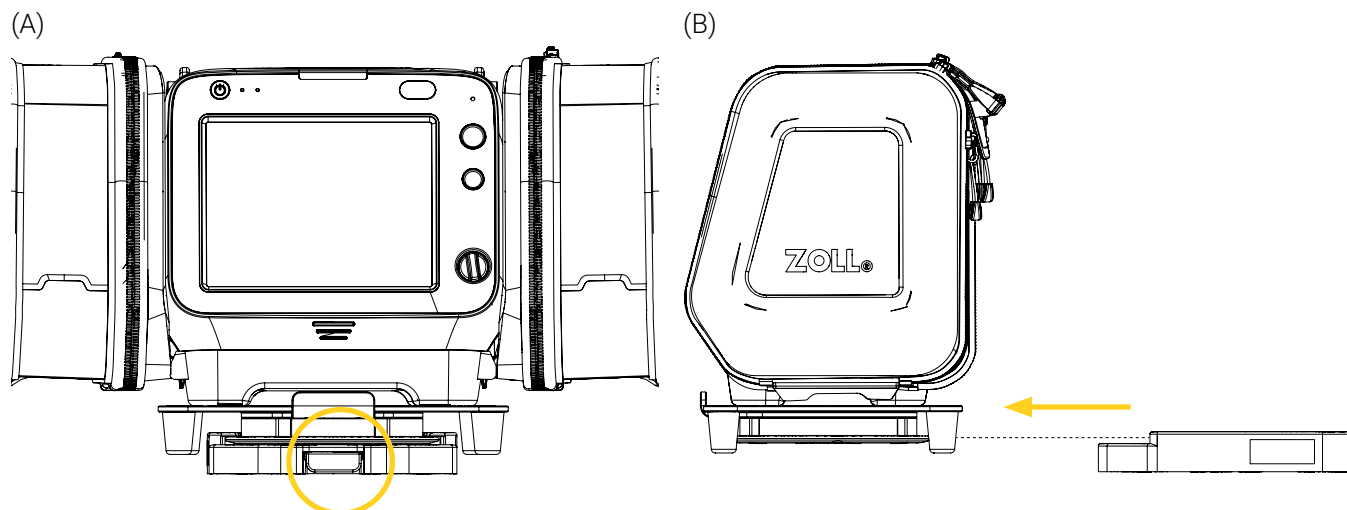

Figure 9: Retrait du Bracket Pro Serie 27 – FL du système de fixation
1. Appuyer et maintenir enfoncé le bouton à déclenchement rapide du système de fixation (Figure 9 A), puis glisser le Bracket Pro Serie 27 – FL horizontalement hors de la base (Figure 9 B), en veillant à ne pas coincer les câbles ou les tubes.